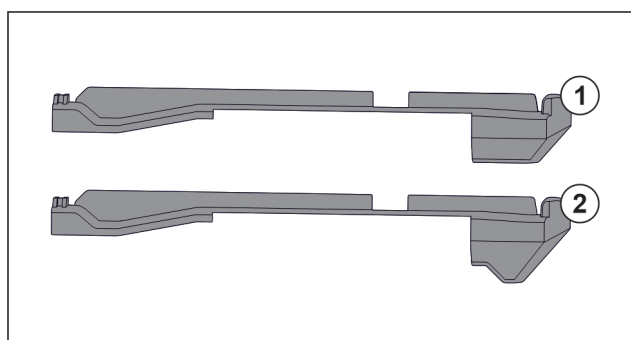

Fig. 147 Compararea pieselor de fixare
În aparat există două piese diferite de fixare. Piesa de fixare de deasupra sertarului de jos Fig. 147 (2) are o margine triunghiulară. Toate celelalte piese de fixare Fig. 147 (1) au o margine dreaptă.
- ▶ Montați piesa de fixare Fig. 147 (2) cu marginea triunghiulară peste sertarul de jos.
- ▶ Montați piesa de fixare Fig. 147 (1) cu marginea dreaptă la toate celelalte poziții.